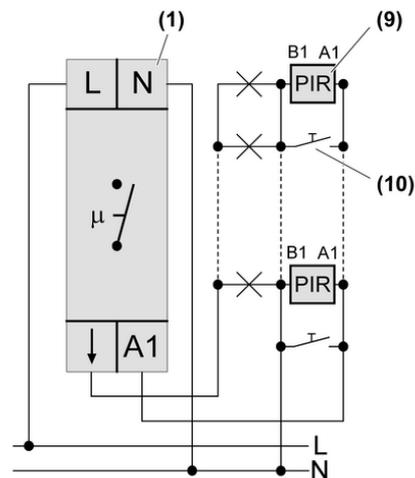
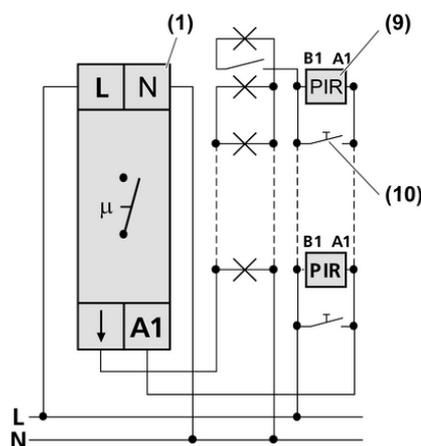

Figura 3: Schema di collegamento del circuito a 3 conduttori
Figura 4: Schema di collegamento del circuito a 4 conduttori
L'interruttore automatico REG può essere utilizzato per un circuito a 3 conduttori (figura 3) o per un circuito a 4 conduttori (figura 4). Il circuito a 4 conduttori ha il vantaggio di avere una spia supplementare a comando separato.
- Collegare l'interruttore automatico REG, il modulo impulsi (9) e il tasto installazione secondo lo schema di collegamento (figura 3) o (figura 4).